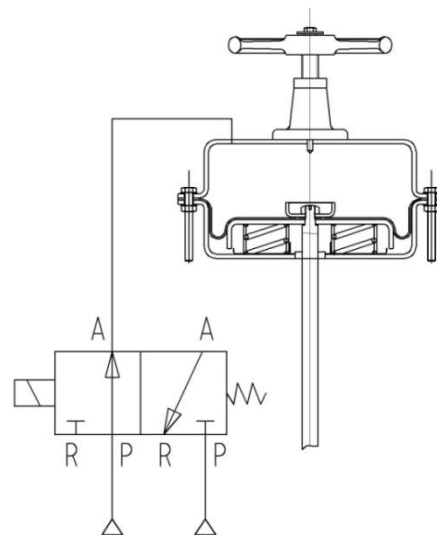

图16
- 工作状态：电磁阀得电，电磁阀P口与A口通，气源由A口进入薄膜驱动部上气室，推动推杆下移，见图16；